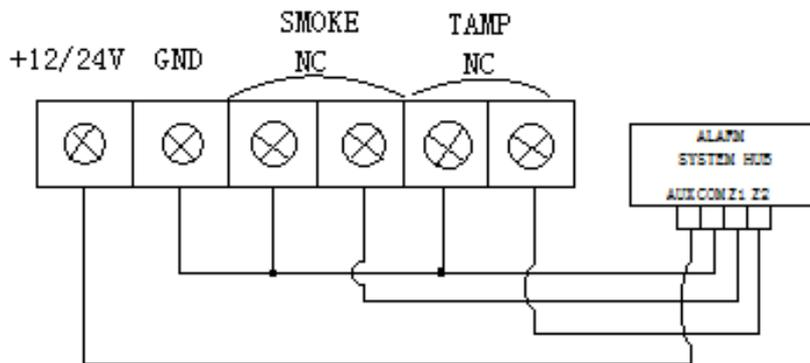

图 2-报警系统接线图
2. 如果传感器通过直流通电, 则需在传感器的表面钻孔（注意：若将传感器连接到有线报警系统, 请参照图 2 接线方式）；